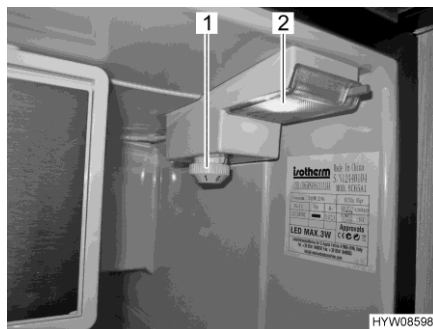

Fig. 121 Elemento di comando (frigorifero)
- Ruotare il termoregolatore (Fig. 121,1) in senso orario dalla posizione "0" alla posizione "1". Il forno è acceso, l'illuminazione interna (Fig. 121,2) è accesa.
- Ruotare il termoregolatore (Fig. 121,1) in senso antiorario sulla posizione "0". Si deve qui superare una leggera resistenza.
- Impostare la temperatura al termoregolatore (Fig. 121,1).